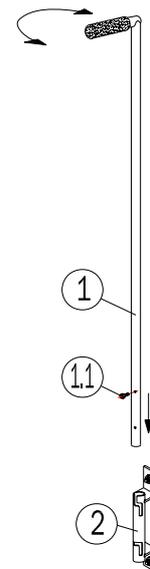

Abb.4
**Versenkbare Ausführung (Abb.4):**